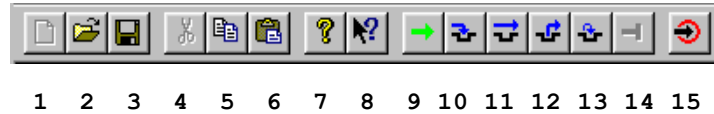

Figura 35 – Simulador – Barra de Ferramentas
Todos os modos de simulação/depuração disponíveis utilizam a mesma interface gráfica de usuário. A barra de menus contém os principais comandos do simulador, conforme apresentado na Figura 35. Maiores detalhes podem ser vistos no menu Ajuda do simulador.
- A. Selecione o modo: *In-Circuit Simulation (ICS)* como apresentado no item 8.6.
- C. Através dos botões de simulação descritos na Figura 35 vá descobrindo as mudanças/atualizações (marcadas em vermelho) que cada instrução executada na janela **Source** ou **Assembly** provocam no simulador. A janela **Register** será atualizada refletindo o fato do código ter sido executado uma instrução.